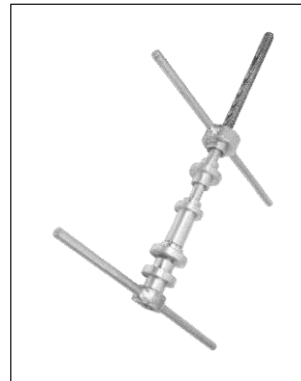

Fig. 1.15A
11. Instalador de cunas de dirección– 231 030 000 (Fig. 1.15A)